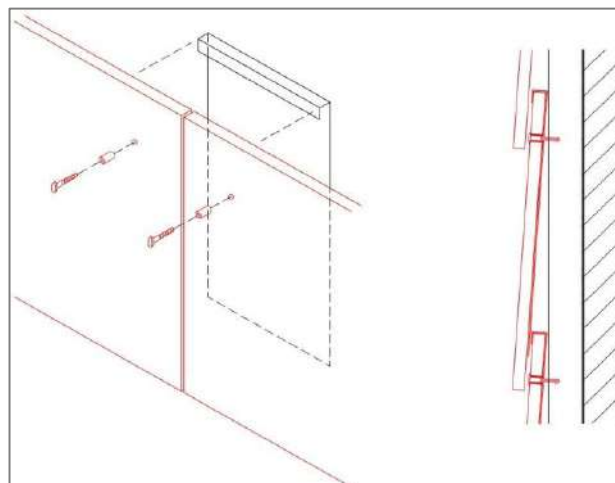

Figure 2
- Positionner le fond de joint métallique fourni à l'arrière d'un joint vertical avant de fixer les panneaux aux fourrures. Le fond de joint devra être fixé temporairement et fixé permanentement avec les fixations des panneaux; voir **Figure 2**.